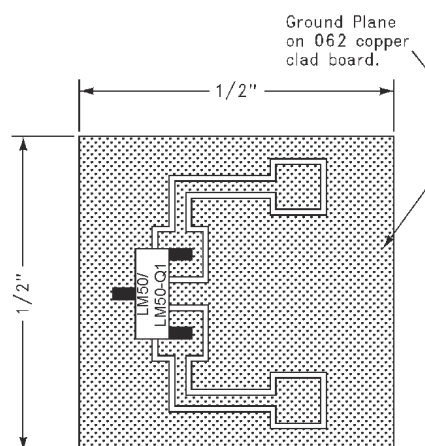

图 8-14. 用于散热器生成热响应曲线的印刷电路板 LM50 (旧芯片)
- (1) 器件焊接到 30 号导线。
(2) 使用的散热器是带有 2 盎司箔片的 0.5 英寸方形印刷电路板，其部件安装如 图 8-14 所示。